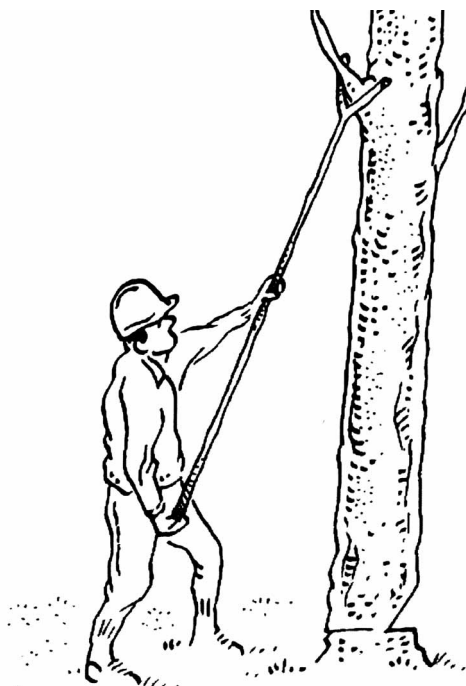

FIG. 075
- Empujar el árbol desde cierta altura mediante un palo. **FIG. 075**